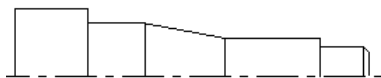

图 13.2.2 零件模型
Step2. 进入加工环境。选择下拉菜单 **机床类型(M)** → **车床(L)** → **默认(D)** 命令，系统进入加工环境，此时零件模型如图 13.2.2 所示。